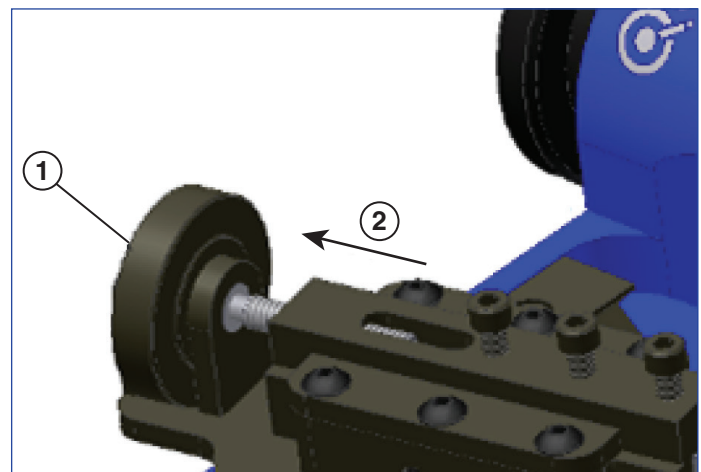

Bild 9
7. Vrid djupjusteringskruven så att den håller verktygsblocket i tillbakadraget läge (se bild 9).